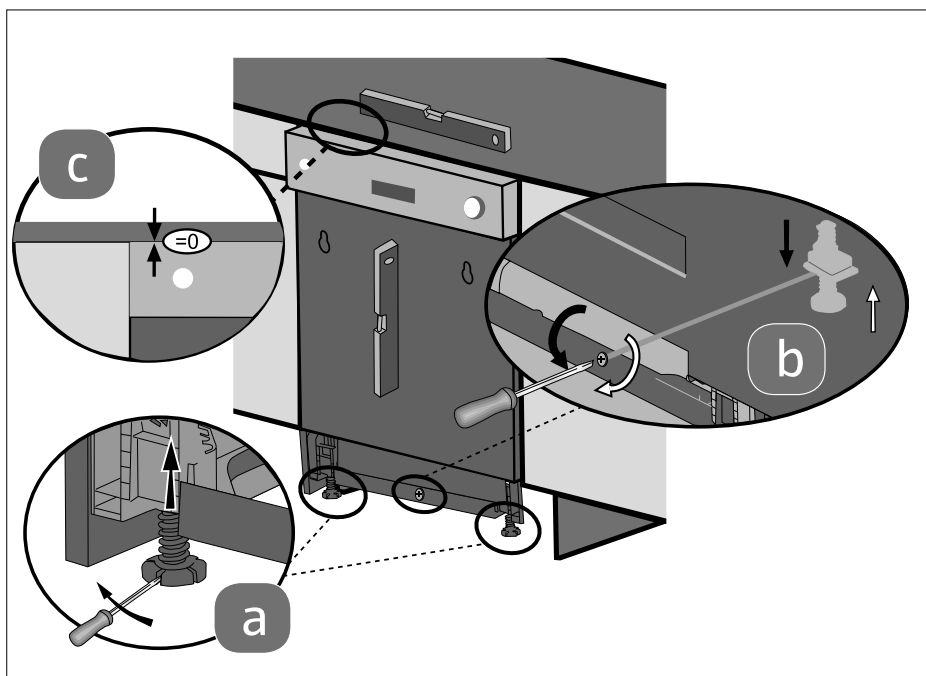

Abb. 8
- ▶ Überprüfen Sie mit einer Wasserwaage den waagerechten Stand im Gerät und an der Tür (siehe **Abb. 8**).
- ▶ Richten Sie das Gerät mithilfe der Schraubfüße (siehe **Abb. 8**, a) und der Justagevorrichtung (siehe **Abb. 8**, b) waagrecht aus. Schrauben Sie die Füße so weit wie möglich mit Hilfe eines Schraubendrehers heraus. Beachten Sie die Symbole auf der Justagevorrichtung.
Das Gerät muss bis an den oberen Nischenrand ragen (siehe **Abb. 8**, c), um beim Öffnen der Tür nicht nach vorne zu kippen.